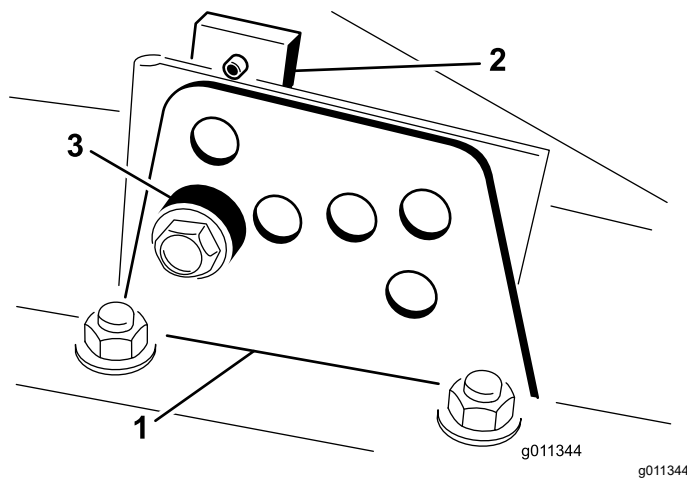

Figure 22
2. Desserrez le boulon qui fixe le support de hauteur de coupe à la plaque de hauteur de coupe (à l'avant et de chaque côté), comme montré à la Figure 22.
4. Tout en soutenant la chambre, déposez l'entretoise (Figure 22).